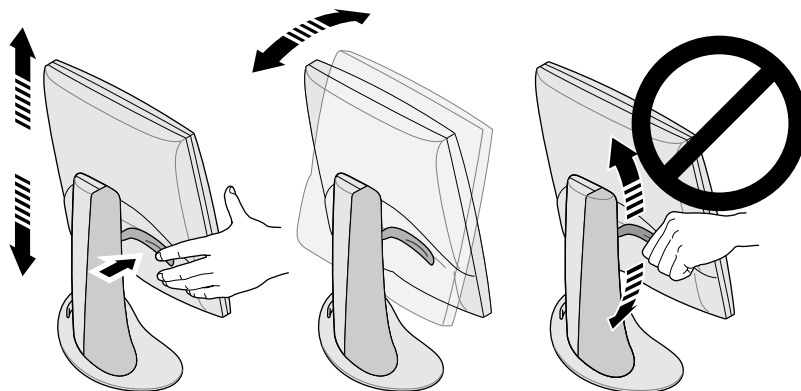

図 1-3 モニタの高さおよび角度の調節
2. モニタを一番高い位置まで上げます。そうすると、ねじの取り外しが簡単になります（図 1-3 参照）。